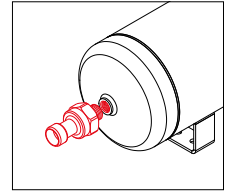

Abb. 17: Lufttank
2. Montage direkt an den Lufttank (Abb. 17)